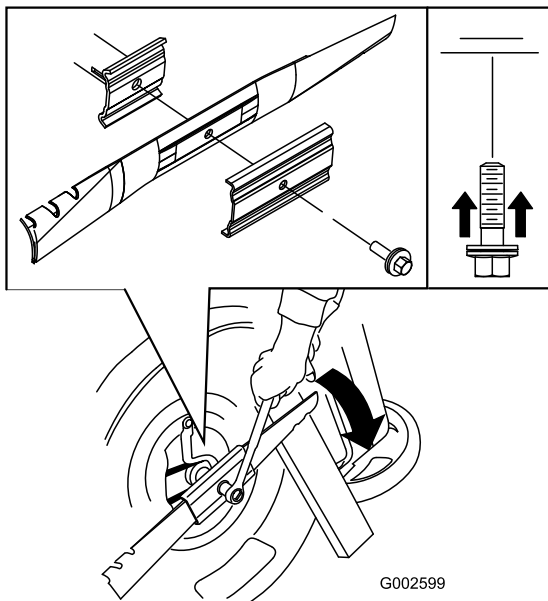

Figura 35
3. Usate un blocco di legno per tenere ferma la lama (Figura 35).
4. Togliete la lama e conservate la bulloneria di montaggio (Figura 35).
5. Montate la nuova lama usando la bulloneria di montaggio (Figura 35).